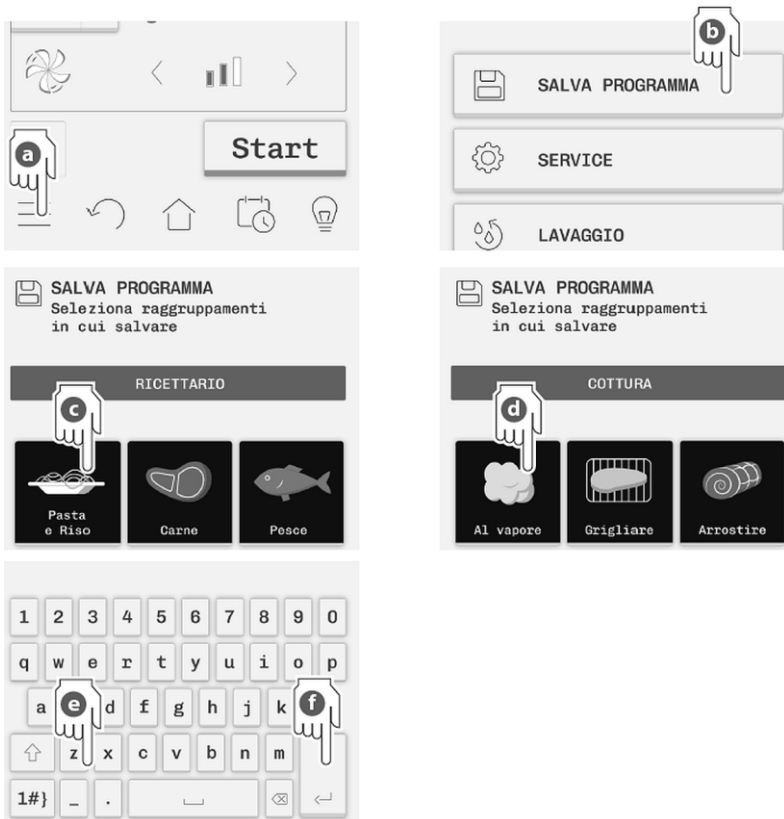

Abb. 44
1. Tippen Sie das Symbol  (a, Abb. 44) an.